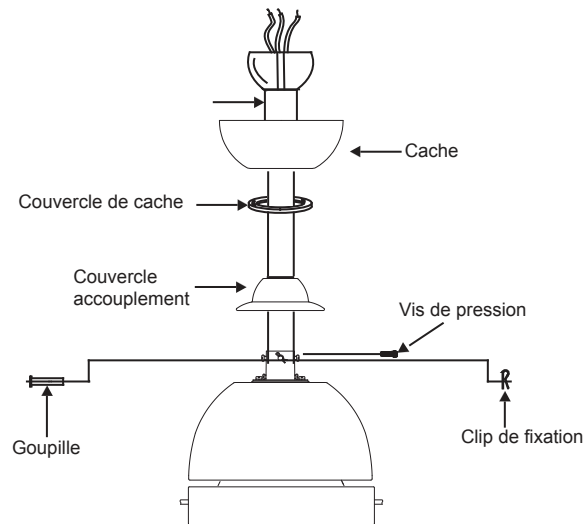

Fig. 8
**Étape 8.** Faites glisser le couvercle d'accouplement, le couvercle du cache et le cache sur la tige de suspension (Fig. 8).
Placez la balle de suspension sur la tige de suspension, insérez la broche transversale dans la tige de suspension et serrez. Serrez maintenant la vis de pression (Fig. 8)